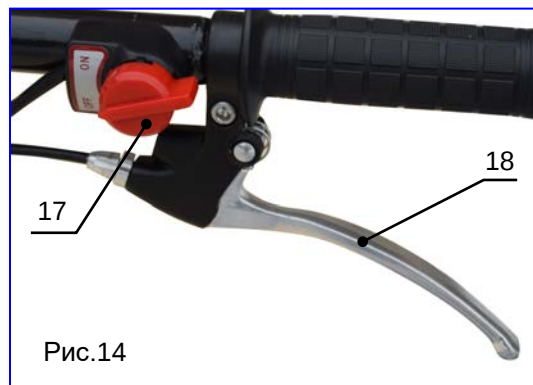

Рис.14
Передвинуть кнопку выключателя (поз.17, рис.14) в положение «OFF» (выключено).
- Нажимайте и отпускайте рычаг газа (поз.18, рис.14) до достижения желаемых оборотов.